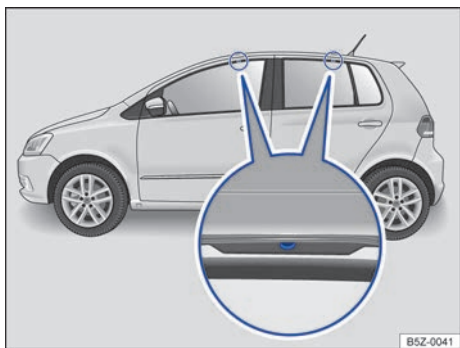

Fig. 141 Pontos de fixação dos suportes de base do bagageiro do teto (ambos os lados).
Os furos ou marcações dos pontos de fixação dos suportes de base ficam visíveis com a abertura das portas (dianteiras e traseiras) do veículo e encontram-se no lado nas vigas do teto → Fig. 141 (lupa). Os furos ou marcações para fixação atrás encontram-se no lado inferior das vigas do teto → Fig. 141 (lupa direita).
- Fixar os suportes de base somente nas marcações indicadas na figura → Fig. 141.